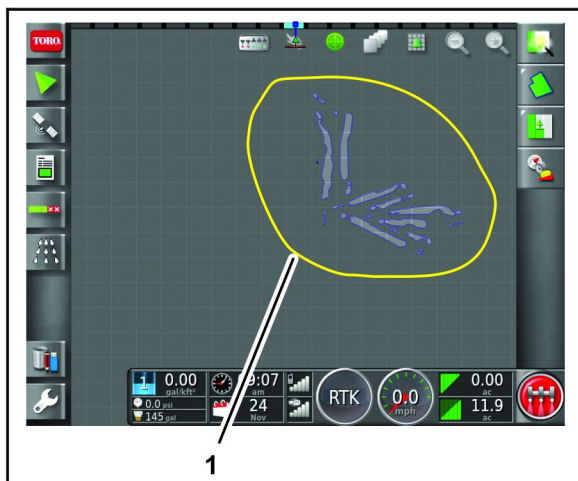

Рисунок 68
- Оператор опрыскивателя использует машину № 1, чтобы нанести на карту границы поля для лунок с 1 по 9 (**Рисунок 68**).